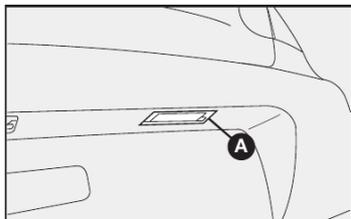

fig. 34
Siena - figs. 34 e 35
- 1) retirar a tampa acrílica forçando-a com uma chave de fenda nos pontos indicados pela letra **A-fig. 34**;